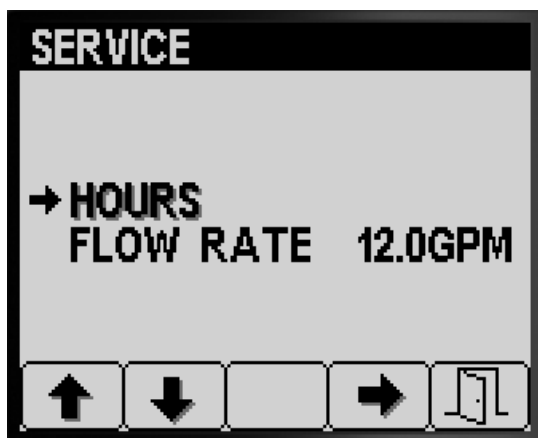

Figure 80
1. Appuyez sur le bouton 1 ou 2 de l'écran Entretien jusqu'à ce l'option HOURS (heures) soit atteinte (Figure 80).
2. Appuyez sur le bouton 4 pour sélectionner l'option Hours (Figure 80).